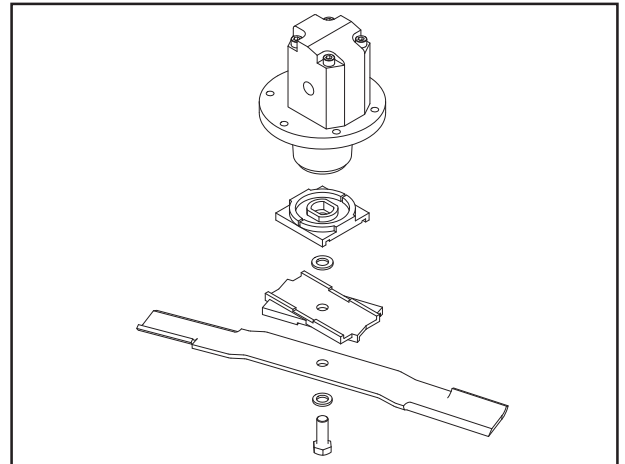

Fig. 22
3. Montare una nuova lama. (Fig.22)
4. Rimontare il gruppo della lama nell'ordine indicato (Fig. 22) sull'alberino del motore idraulico.